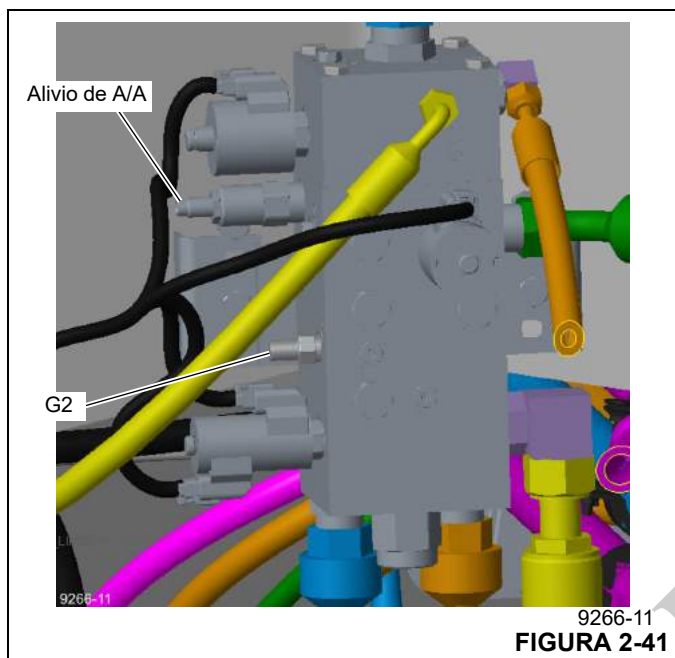

FIGURA 2-41
1. Con el motor apagado, instale un acoplador de diagnóstico y revisión de presión (Parker PD240) con manómetro en la boquilla de diagnóstico de la lumbrera G2 de la válvula selectora de estabilizadores/colectora de A/A (vea la Figura 2-41).
válvula selectora de estabilizadores/colectora de A/A (vea la Figura 2-41).